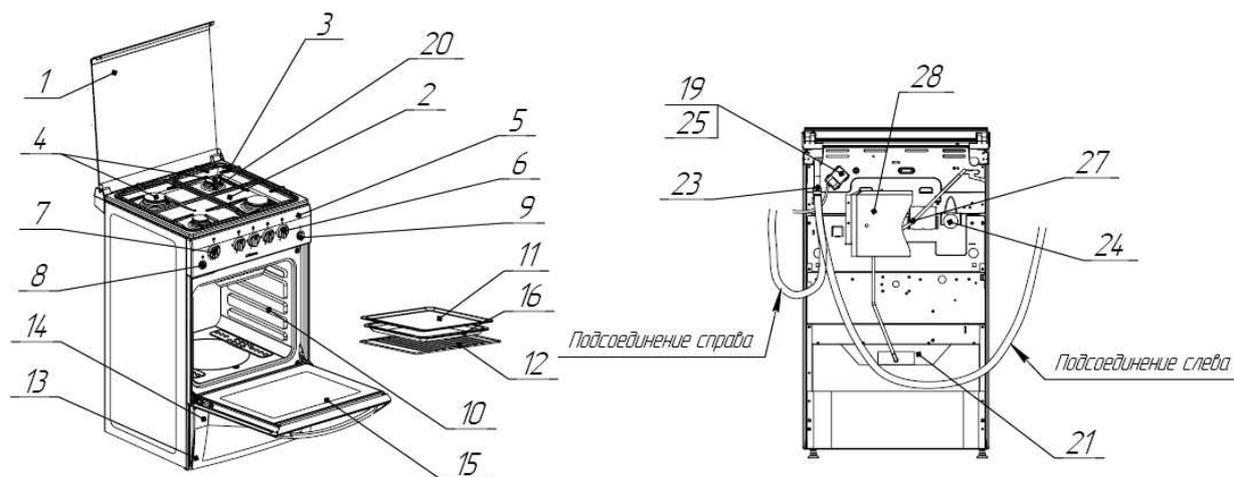
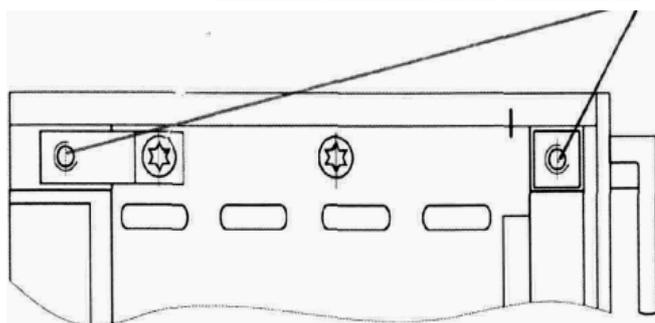

Рис.2
Рис. 3
#### 4. Состав плиты (рис.2)
- 4.1. Плита изготовлена в виде тумбы, (рис. 2) в которую вмонтированы духовой шкаф 10 и вспомогательный шкаф 13.
- 4.3. На верхней панели 2 расположены газовые горелки различной мощности 4, свечи электророзжига 20 и решетки стола 3 (рис.2).
- 4.8. Духового шкафа 10 снабжен горелкой пода 21 (внизу). Кроме того, на задней стенке расположено окно для подсветки 24 (рис. 3).
- 4.10. Подвод газа к плите осуществляется через рампу 23 (рис. 3) с любой стороны с помощью гибкого рукава (в поставку не входит). При подсоединении слева (рис. 2) гибкий рукав следует располагать вне зоны горячего воздуха. Подвод газа к горелке пода осуществляется с помощью газовой трубки 27.
5.8 Подключение плиты к газовой коммуникации производится как с левой так и с правой стороны (рис. 2)
- рукав не должен проходить в зоне горячего воздуха дымохода и касаться задней стенки плиты (см. рис.2)